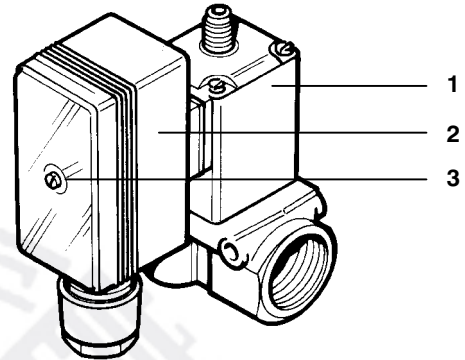

Рис. 20 Штекер магнитного клапана с таймером
- Перед первым вводом в эксплуатацию или при вводе в эксплуатацию после работ по техобслуживанию оставьте компрессор работающим с открытым клапаном выпуска конденсата в течение 10 минут, чтобы обеспечить безупречную смазку всех частей перед сбросом давления. Для этого откройте краны для ручного выпуска конденсата или ослабьте винт у установок с автоматической системой выпуска конденсата (3, Рис. 20) и вытащите штекер (2) катушки магнитного клапана (1).